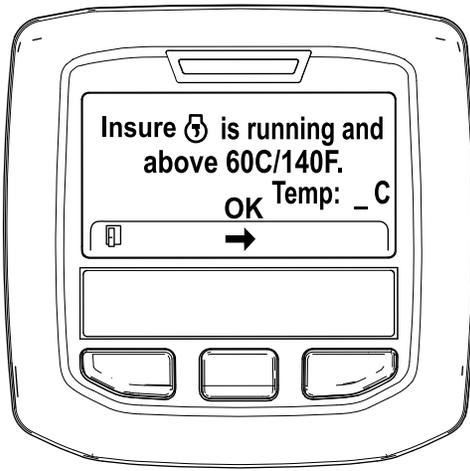

Figure 48
5. Si la température du liquide de refroidissement est inférieure à 60 °C, le message « Insure is running and above 60C/140F » (vérifier que \*\*\* fonctionne et est supérieure à 60 °C/140 °F) s'affiche (Figure 48).